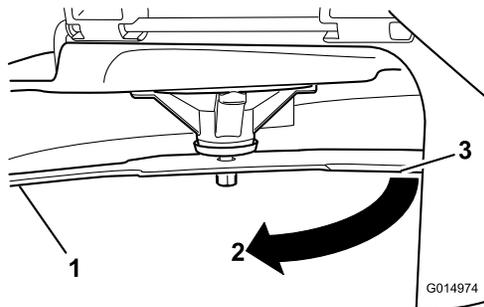

Figura 61
3. Segunda distancia medida entre cuchilla y superficie (B)
4. Gire la misma cuchilla 180 grados de manera que el otro extremo esté en la misma posición (**Figura 61**).